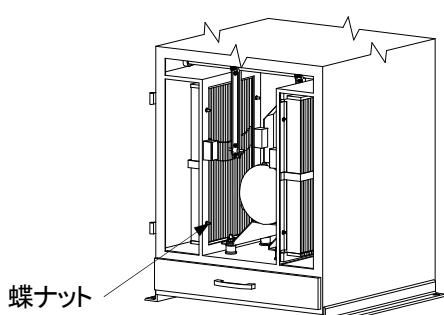

図1
- ①パッチン錠を外して前扉を開けてください。
- ②フィルターは左右1個ずつ、図1のように取り付いています。
- ③蝶ナットをゆるめ(片側4ヶ)、蝶ナットとワッシャーを取り外します。